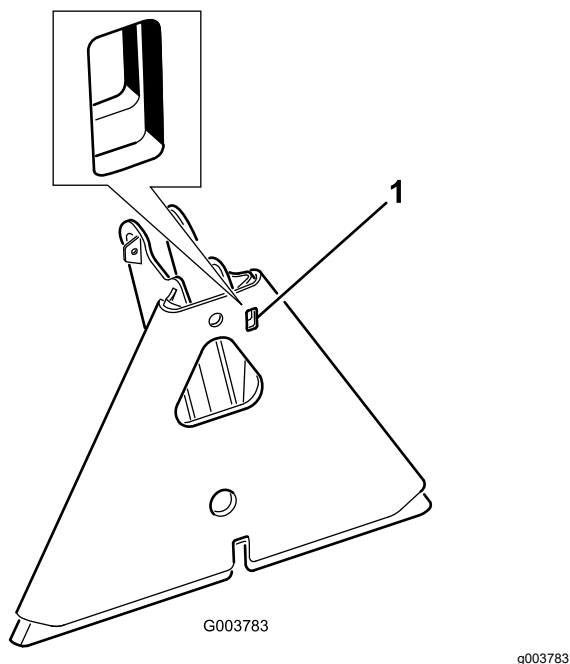

Figure 16
**Remarque:** Si l'adaptateur de l'accessoire se coince sur l'adaptateur du groupe de déplacement, insérez un levier/tournevis dans la fente prévue pour désengager les pièces (Figure 16).